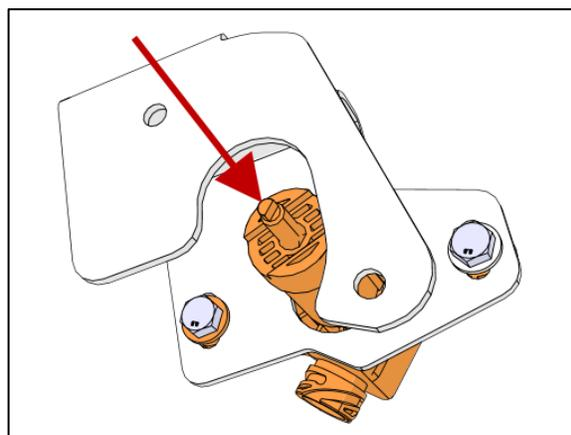

FIGURE 25
*S'assurer que le méplat sur l'arbre de rotation du capteur est orienté comme montré sur la Figure 25.*